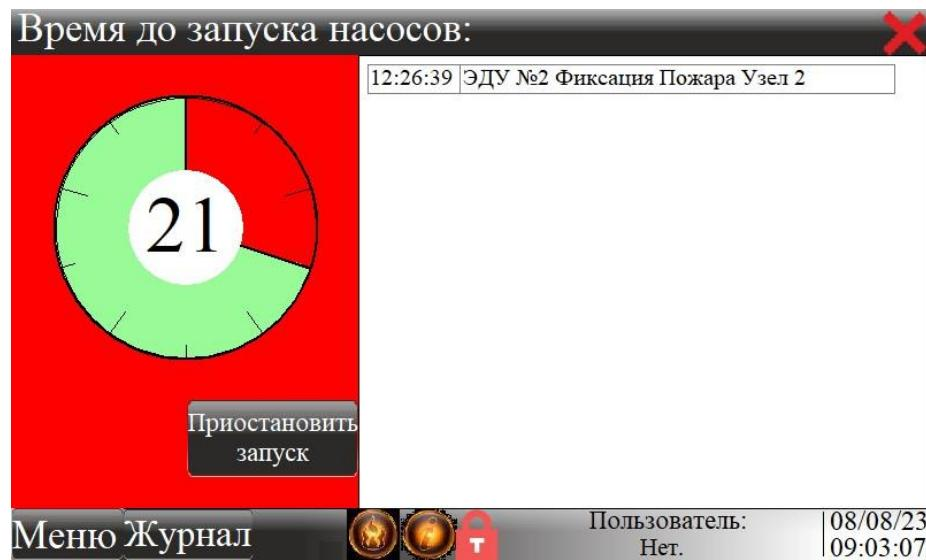

Рисунок 9 – Окно пуска
8.11 При нажатии на иконку «Информация» в нижней части экрана, откроется окно «Информации о производителе и настр.станции пожара тушения» - рисунок 9.